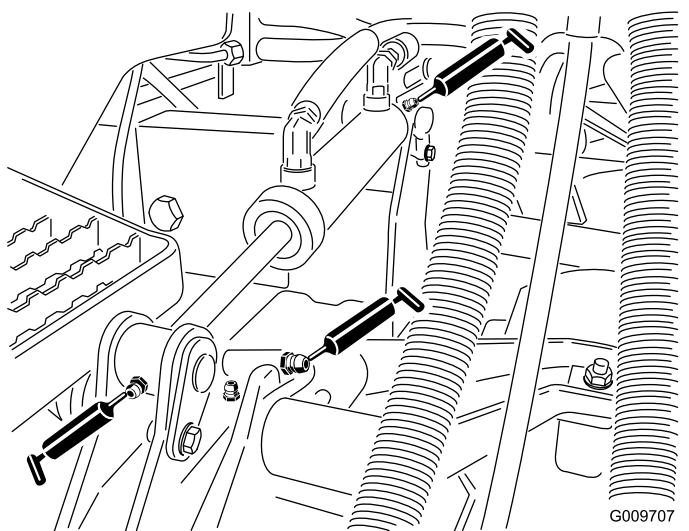

図 49
- 昇降アームのブッシュカッティングユニット1台に1ヶ所 図 49
- 昇降シリンダのブッシュデッキ 台に2ヶ所 図 49